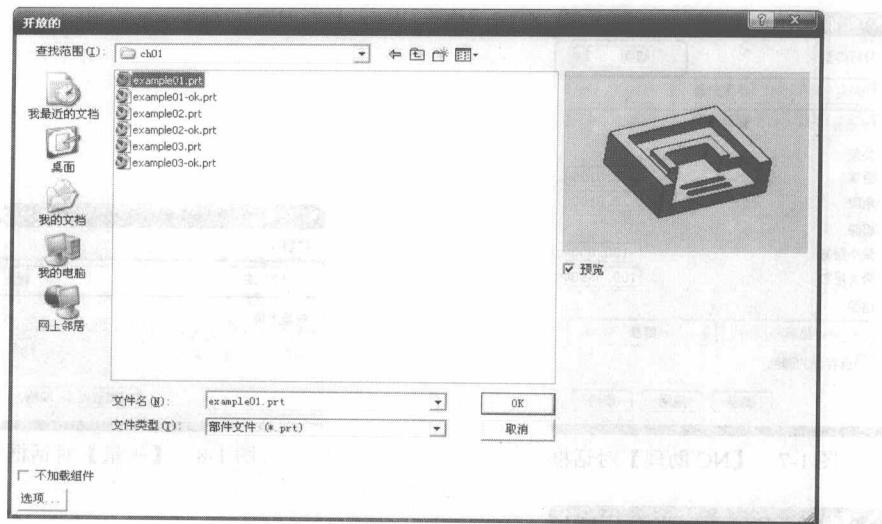

图 1-4 【打开】对话框
(2) 加载模型文件。在【标准】工具栏中, 单击【开放的】按钮 , 系统弹出如图 1-4 所示的【开放的】对话框, 选择 example\ch01 目录中的 example01.prt 文件, 单击【OK】按钮。